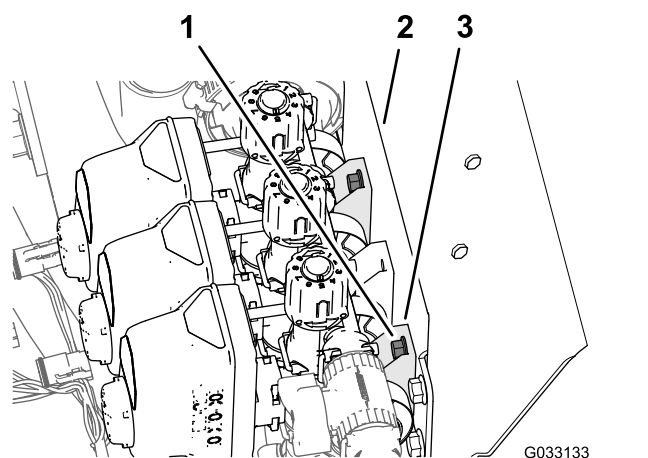

図 44
- つのバルブマニホールドマウントに固定しているフランジヘッドボルト1/4 x 3/4 インチ 4本とフランジロックナット1/4 インチ4個を取り外す 図 44。